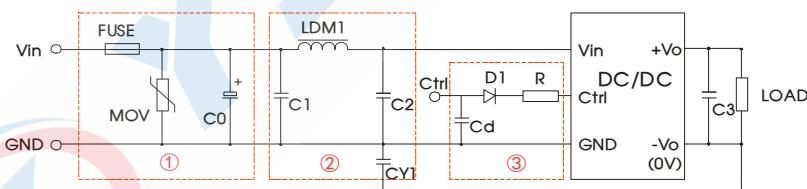

图 3
辐射骚扰	CISPR32/EN55032 CLASS B (推荐电路见图 3-②)
- ①图3中第①部分用于EMS测试；第②部分用于EMI滤波，可依据需求选择；
- ② $V_C$ 为Ctrl端相对于输入地GND的电压， $V_D$ 为D1的正向导通压降， $I_C$ 为流入Ctrl端的电流，一般取5-10mA，Ctrl端外围电路如图3-③；
- ③若图中元器件无附其参数说明，则此型号外围中不需要这个元器件。